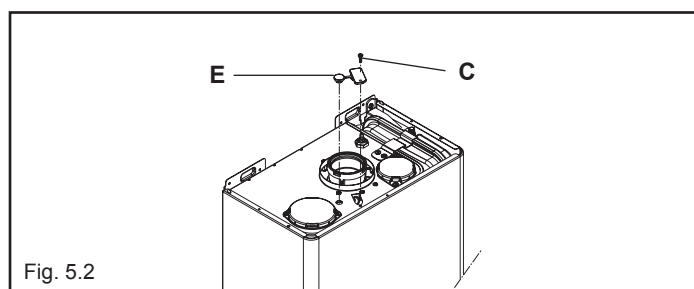

Fig. 5.2
- Rimuovere le vite **C** e il coperchietto **E** sulla cassa aria (vedi fig. 5.2)